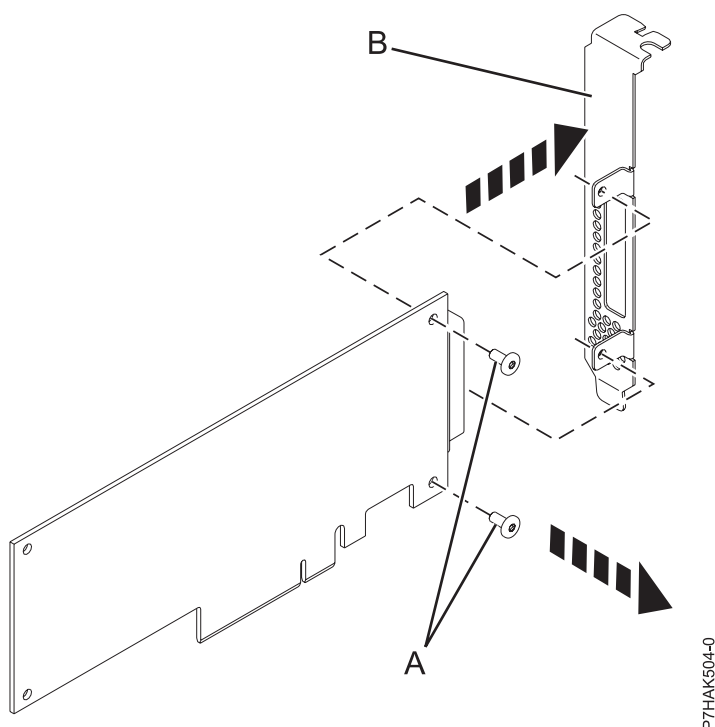

Figure 12. Retrait de la contre-poupée grand format d'une nouvelle carte PCI
7. A l'aide d'un tournevis cruciforme, dévissez les deux vis de fixation (A) qui maintiennent la contre-poupée (B) sur la nouvelle carte PCI, comme illustré à la figure 12).